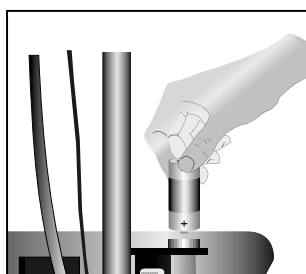

Figura 39
- Introduzca la nueva batería en el encendedor electrónico asegurando la polaridad correcta, el polo negativo (-) debe ir hacia arriba (Ver figura 39).